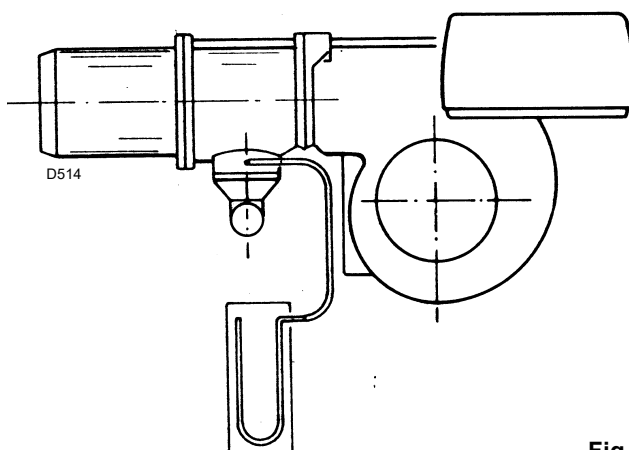

Fig. 22
- Monter un manomètre en U (Fig. 22) sur la prise de pression du gaz du manchon.
L'arrivée de gaz au manchon est mise en évidence sur le manomètre en U (Fig. 22).
- À titre indicatif, la puissance maximale dans la 2ème allure peut être obtenue en lisant la pression du manomètre en U (Fig. 22 à la page 22) et suivre les indications de la page 18.